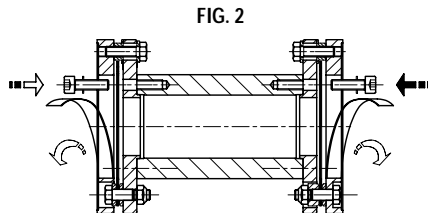

FIG. 2
- 1.5 S'assurer que les extrémités de l'entretoise (2) et la face de la bride DP (1.1) sont parfaitement dégraissées. Monter (voir fig. 2) les sous-ensembles (1) sur l'entretoise (2) au moyen des vis (3) et rondelles (4), serrer les vis (3) uniformément au couple T3. Voir le tableau pour le couple de serrage (T3 en Nm). Pour le DPCC, nous consulter.
- 1.6 Retirer le ruban de protection (18) (voir fig. 2).
- 1.5 Controleer of beide spacer uiteinden (2) en DP flens (1.1) goed ontvet zijn. Plaats (zie fig. 2) naaf sub-groep (1) op spacer (2) met schroeven (3) en onderlegplaatjes (4). Draai de schroeven gelijkmatig vast (aanhaalmoment T3). Zie tabel voor juiste aanhaalmoment (T Nm).
- 1.6 Verwijder de beschermstrip (zie fig. 2).
- 1.5 Ensure that both spacer ends (2) and DP flange (1.1) are perfectly degreased. Mount (see fig. 2) hub sub-assemblies (1) on spacer (2) with screws (3) and washers (4). Tighten screws (3) uniformly (tightening torque T3). See tabulation for correct tightening torque (T Nm).
- 1.6 Remove protection ribbon (18) (see fig. 2).
- 1.5** Se till att de båda spacerändarna (2) och DP flänsen (1.1) är väl avfettade. Montera (se fig. 2) nav-skivpaketet (1) på spacer (2) med skruvar (3) och brickor (4). Drag åt skruvarna (3) likformigt. (Åtdragningsmoment T3). Se tabell för korrekt åtdragningsmoment.
- 1.6** Demontera skyddsremsan (18) (se fig. 2).
- 1.5** Beide Anlageflächen des Zwischenstückes (2) und DP-Flansch (1.1) sind sorgfältig zu entfetten. Das (fig. 2) Bauelement (1) und Zwischenstück (2) mit Schrauben (3) und Scheibe (4) verschrauben. Befestigungs- schrauben (3) gleichmäßig anziehen. Anzugsmoment T3 in Nm gemäß Tabelle.
- 1.6** Schutzstreifen entfernen (fig. 2).
- 1.5** Assicurarsi che entrambe le estremità dello spaziatore (2) e la flangia DP (1.1) siano perfettamente sgrassate. Montare (fig. 2) il sotto-gruppo (1) sullo spaziatore (2) con le viti (3) e le rondelle (4). Avvitare le viti in modo uniforme (coppia di serraggio T3). vedere la tabella per la corretta coppia di serraggio (T Nm).
- 1.6** Rimuovere il nastro di protezione (fig. 2).